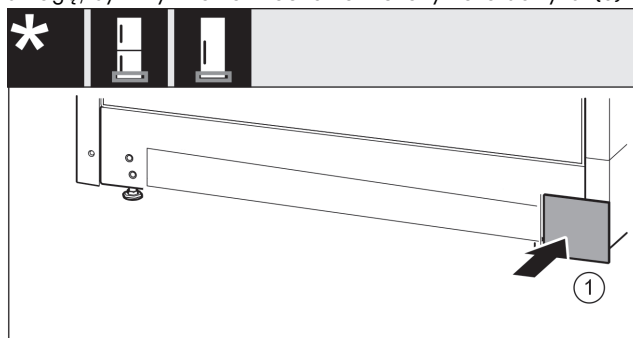

Fig. 37
- ▶ Osłonę założyć ponownie z drugiej strony. Fig. 37 (1)